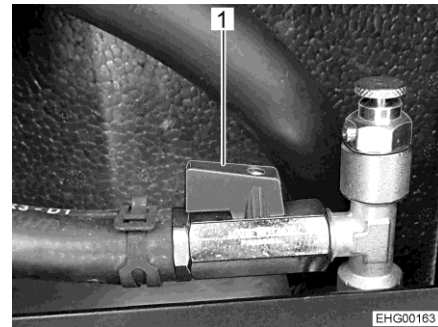

Fig. 182 Robinet à bille (ouvert)
- Placer le levier (Fig. 182,1) parallèlement à la conduite.